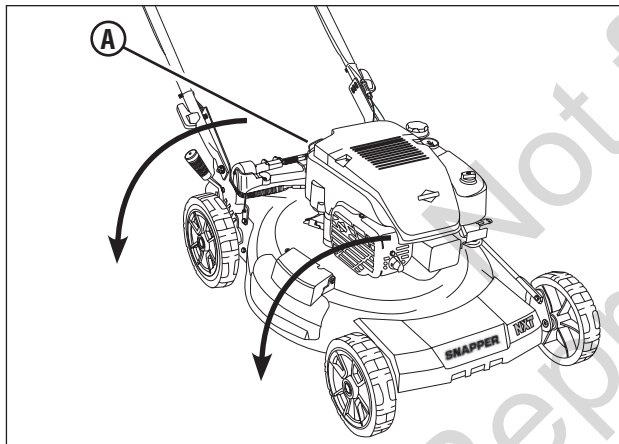

Figura 13: Drenaje del aceite del motor
2. Saque la varilla del aceite (**A**, **Figura 13**) y luego incline el cortacésped sobre su lado. Espere a que el aceite salga del tubo del aceite y se vierta sobre un contenedor apropiado. Deshágase del aceite usado correctamente.